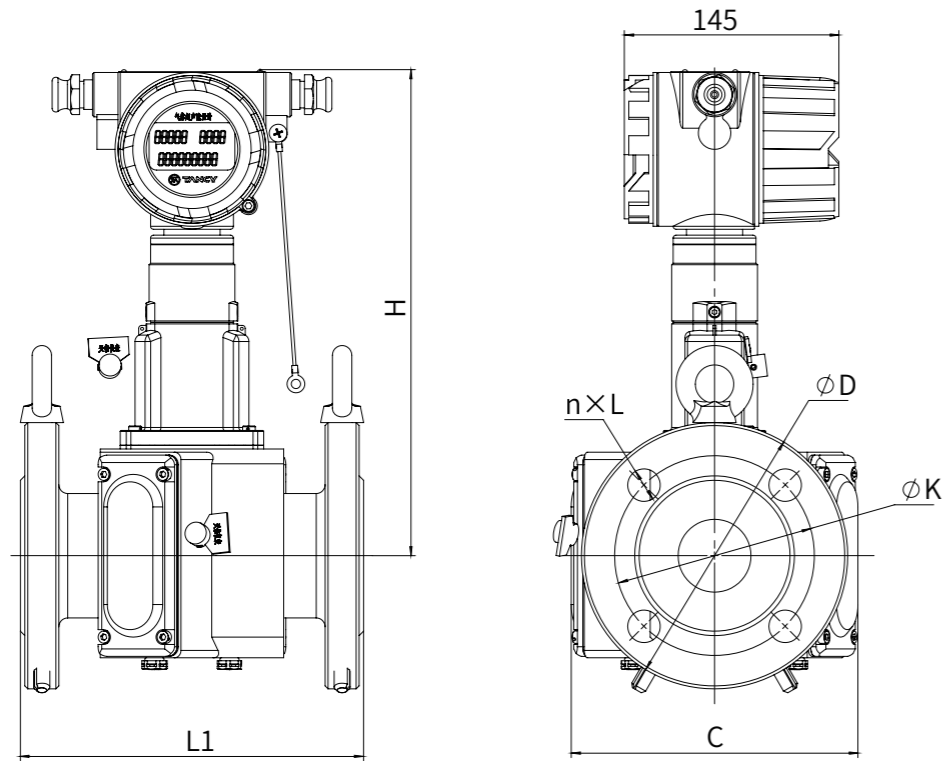

图3 流量计尺寸
5.2.1.1 流量计的尺寸图见图 3，法兰尺寸参考标准 GB/T 9124.1-2019、GB/T 9124.2-2019，各口径及不同公称压力对应的尺寸见表 2~ 表 8，图、表中单位为 mm。